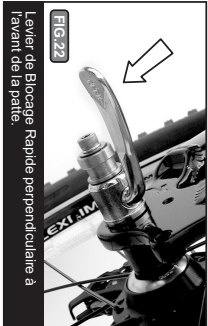

FIG. 22 Levier de Blocage Rapide perpendicularité à l'avant de la patte
le prochain paragraphe. **RACCOURCIR LA BARRE DE FIXATION RAPIDE BOB:** Si vous ne comprenez pas ce paragraphe, contactez votre revendeur local ou demandez l'assistance de BOB. **D)** Installez le deuxième ressort conique dans la barre de blocage rapide (peut être en premier) et réglez ensuite l'écrou. **E)** Tout en tenant le levier de blocage rapide perpendiculaire (à un angle de 90 degrés) au cadre, Fig. 22, serrez l'écrou dans le sens des aiguilles d'une montre jusqu'à ce qu'il soit bien serré à bloc contre le côté face de la patte. **F)** Placez le levier de blocage rapide jusqu'à
G) Si vous ne pouvez pas sentir cette résistance, tournez le levier de blocage rapide et remettez-le en position de réglage, Fig. 22. Serrez l'écrou de blocage rapide à la main (il n'est pas nécessaire d'utiliser des outils) d'un ou deux tours dans le sens des aiguilles d'une montre. Lorsqu'il est correctement ajusté, il est nécessaire d'appliquer un couple de 80-105 pouces - livres afin de placer le levier en position fermée complète.